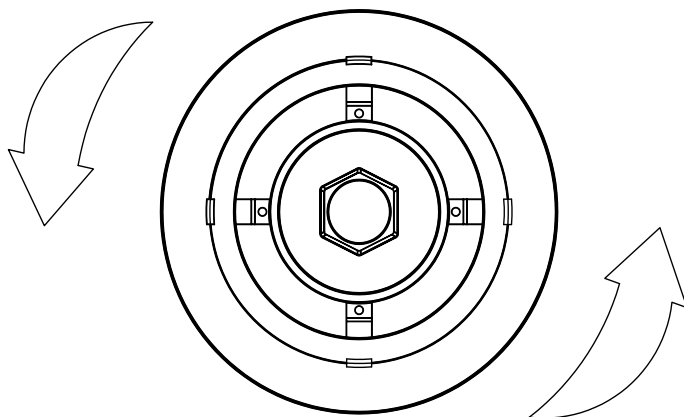

Fig. 2
3. Osservare attentamente il contraccorpo all'avviamento, guardando l'elettropompa dall' alto. Se il senso di rotazione è giusto, la calotta superiore si muoverà in senso antiorario come indicano le frecce nel disegno (FIG 2).